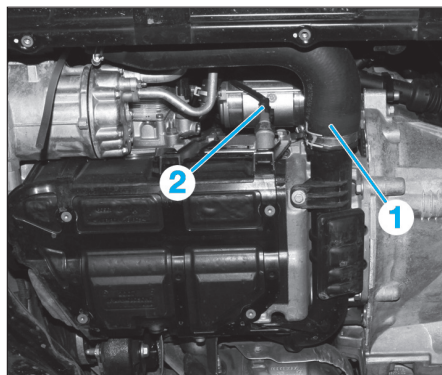

Fig. 8
- Déposer le conduit d'air (1) (Fig.8).
- Débrancher le connecteur (2).